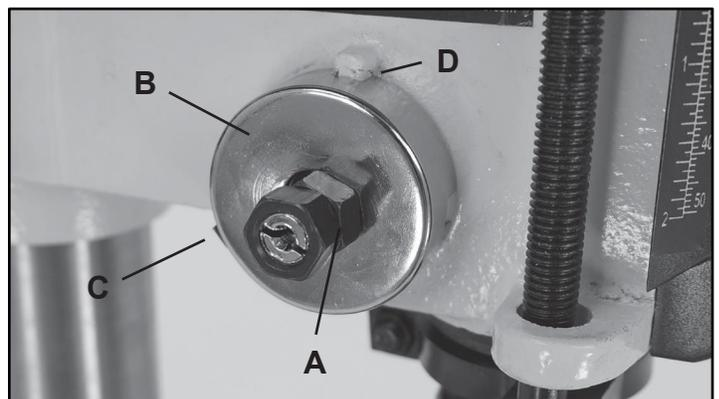

FIG. 10
10. **RESORTE DE RETORNO DEL HUSILLO:** El mandril se regresa automáticamente hacia arriba a su posición inicial cuando se suelta la manija de operación. El mecanismo del resorte de retorno, FIG. 10, se configura en la fabrica y no debe necesitar ningún ajuste. Sin embargo, si se disminuye la tensión del resorte y se tiene que ajustar, siga estos pasos;
B. Afloje las dos tuercas de la cubierta del resorte (A), pero NO quite las tuercas del pasador roscado.
C. Jale la cubierta del resorte (B) ligera y cuidadosamente, agarrándola seguramente - NO PERMITE QUE EMPIECE A GIRAR como mantiene el resorte enrollado. También, ¡NO DEJE que la punta del resorte (C) se retire de la ranura en la cubierta!
D. Jale la cubierta solamente hasta que la ranura pase el bulto del cabezal fundido (D).